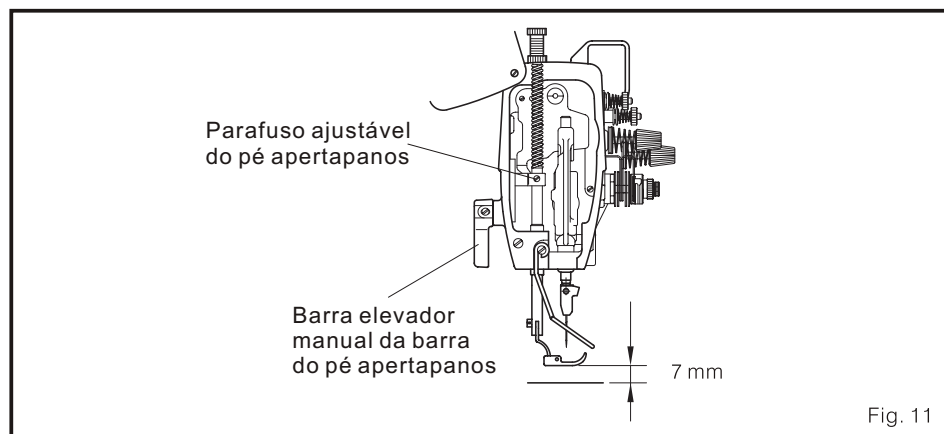

Fig. 11
- (1) Solte a pressão do ajuste do parafuso, e ergue a porca. Então, solte o parafuso ajustável do pé apertapanos.
- (2) Ajuste a barra para cima e para baixo de forma que a parte inferior do pé apertapanos isto a 7mm da superfície da lâmina agulha. Finalmente, ajuste parafuso ajustável do pé apertapanos. (Fig. 11)